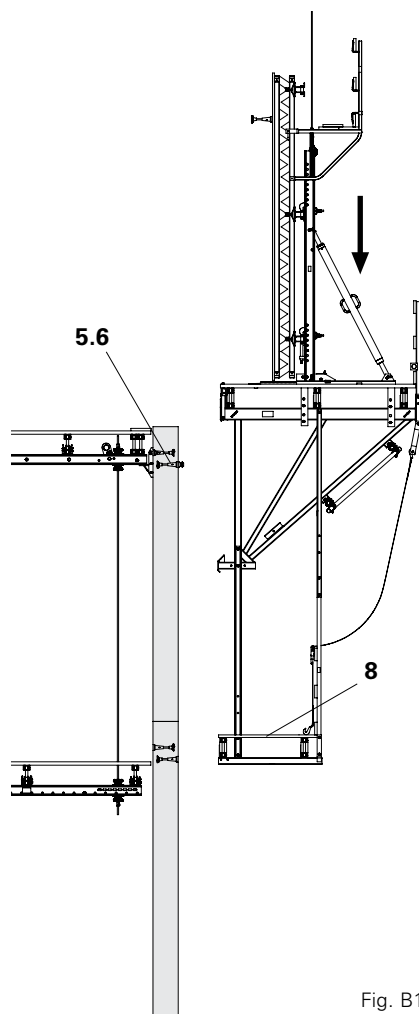

Fig. B1.30
10. Chiudere l'impalcato della passerella inferiore (8). (Fig. B1.30)